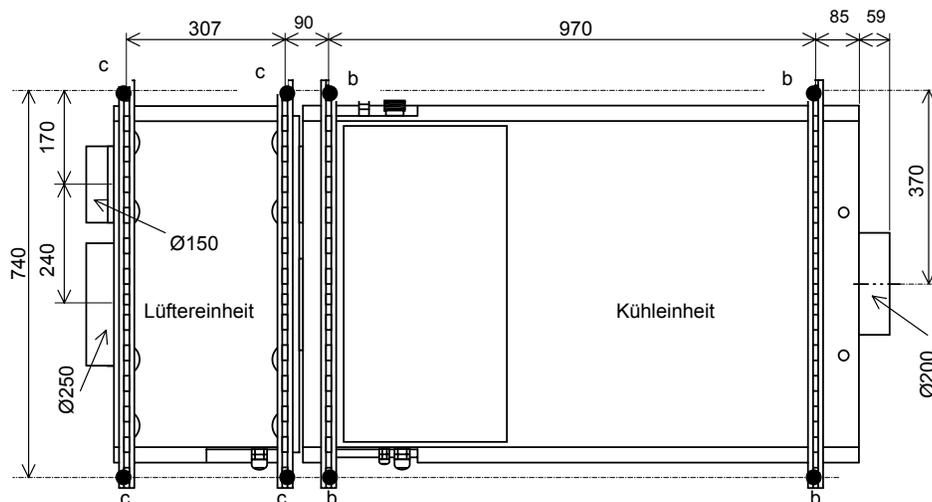

Abbildung 5.8: *kompakte Aufstellung.*
Die kompakte Aufstellung des Geräts ist wie folgt, siehe Abbildung 5.8 und 5.9:
1. Bringen Sie 8 Dübel oder Drahtstangen in der Decke an. Für die richtige Position siehe die Punkte (b) und (c) in Abbildung 5.8.